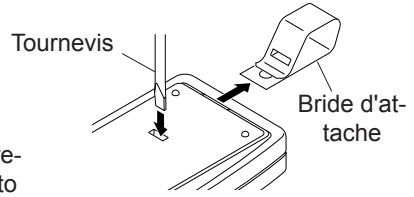

Figure 4
2. **Pour ôter la bride d'attache.** Insérez la pointe d'un petit tournevis à lame plate dans la fente de l'arrière de la télécommande. Avec la pointe du tournevis, enfoncez délicatement la partie de la bride d'attache qui est à l'intérieur de la fente tout en tirant sur la bride par le haut de l'unité (voir Figure 4).